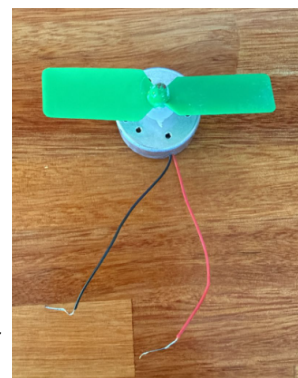

Fig. 3.12: motor redondo con hélice.
1. Preparar el motor redondo encastrando la hélice chica como se muestra en la imagen (Fig. 3.12).